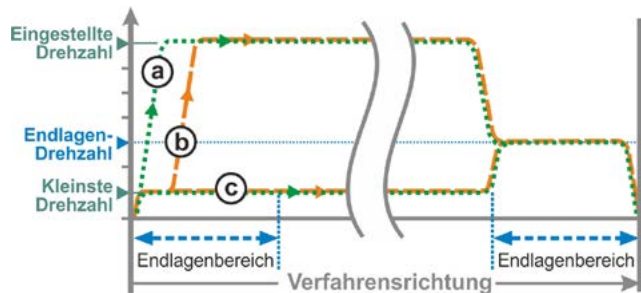

Abb. 2: Endlagen-Drehzahl ‚Schnell-Start‘
- Bei **wegabhängiger** Abschaltung wird sofort in die eingestellte Drehzahl geschaltet, um eine möglichst kurze Laufzeit zu erreichen. Siehe auch Abb. 2, Kurve **a**.